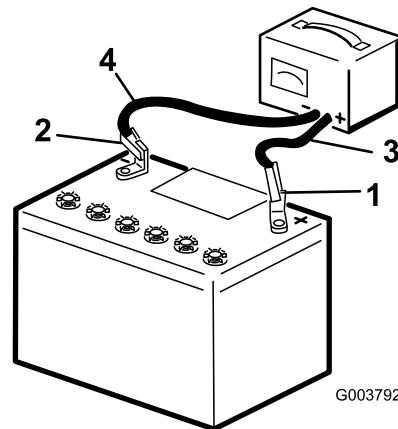

Figura 93
5. Conecte el cable positivo del cargador de la batería al borne positivo de la batería (Figura 93).
| 6. Conecte el cable negativo del cargador de la batería al borne negativo de la batería (Figura 93). | |
8. Cuando la batería esté completamente cargada, desconecte el cargador de la fuente eléctrica, luego desconecte los cables del cargador de los bornes de la batería (Figura 93).